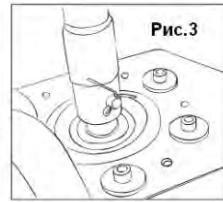

Рис.3
2. Вставьте стопорный штифт и закрепите его разъёмным пальцем (Рис. 3).